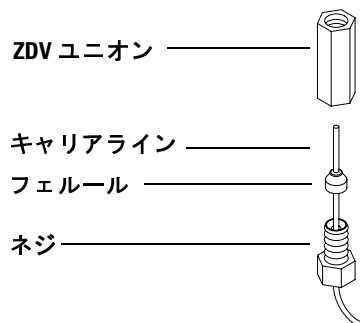

図 17 ZDV ユニオンのキャリアラインへの装着
- 5 図 17 のように、注入口に装着した短いキャリアラインをゼロデッドボリューム (ZDV) ユニオンに取り付けます。